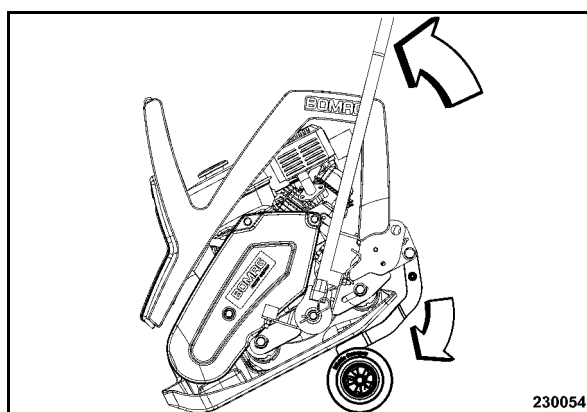

рис. 38
- С помощью направляющего бугеля (рис. 38) поднять вверх виброплиту и откинуть транспортировочные колеса под плиту основания.